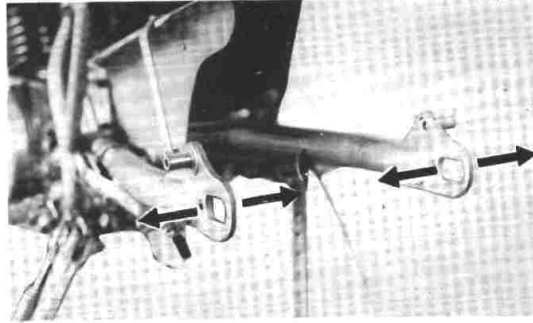

Fig. 5-10-1
1. With rear wheel and shock absorbers removed, grasp the ends of the arm and move from right to left to check for freeplay. (Fig. 5-10-1)
1. La roue et les amortisseurs AR étant enlevés, saisissez les extrémités du bras et déplacez-le de droite à gauche à la recherche du jeu. (Fig. 5-10-1)